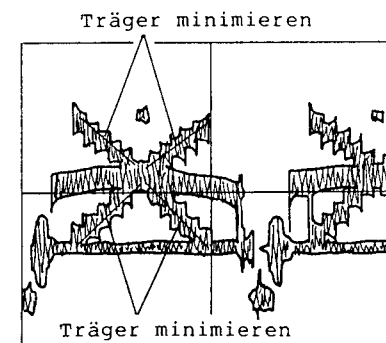

Abb. 4-11
14) Automatische Weißbalance (Abb. 4-11, 4-52)
Abgleich mit Hilfe des Oszilloskops (Abb. 4-11)